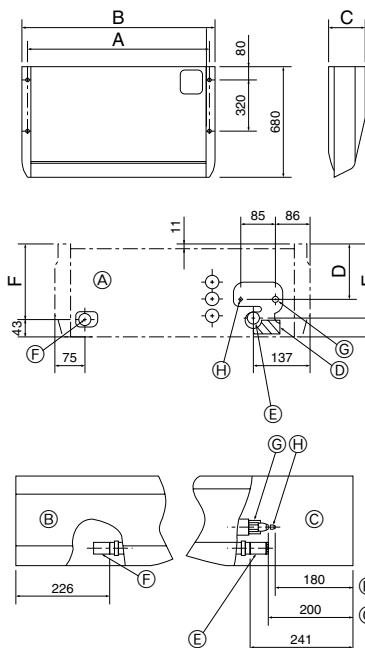

Fig. 3-2
①	Прокладка	4 шт.
②	Изоляция для труб	1 шт. Большой размер (для газового трубопровода)
③	Изоляция для труб	1 шт. Небольшой размер (для жидкостного трубопровода)
④	Лента	4 шт.
⑤	Соединительная муфта	1 шт. С отметкой "ПРИБОР"
⑥	Изоляция для муфты	1 шт.
⑦	Изоляция для дренажного трубопровода	1 шт.
3.2. Подготовка к установке (Fig. 3-2)